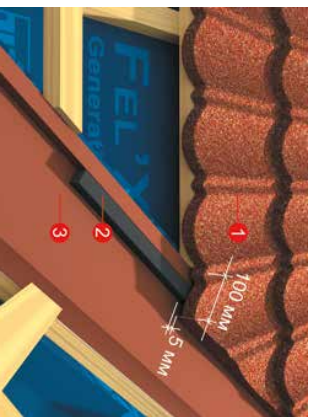

Рисунок 25
5.7.1 Панели моделей Классик и Стратос выкраиваются с учетом напуска на ендову не менее, чем на 100 мм (Рисунок 25). Край отгибаются вниз на 90° таким образом, чтобы расстояние между нижними краем отогнутой панели и ендовой составляло не менее 5 мм.